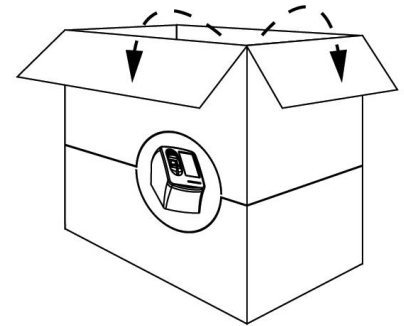

Figura 1
1. Coloque la caja en posición vertical y abra las solapas superiores (Figura 1).